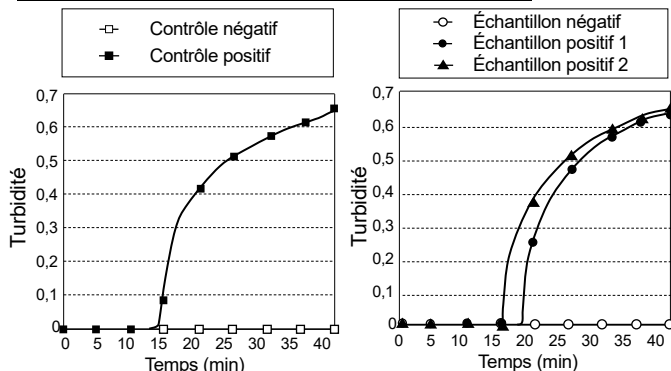

Fig. 1 : Graphique d'amplification pour les contrôles. Fig. 2 : Graphique d'amplification pour les échantillons.
- (1) Configurer le turbidimètre en temps réel HumaTurb C+A pour la détection avec ce produit.
- (2) Vérifier que la température affichée atteint 65,0 °C (laisser le turbidimètre se réchauffer pendant 20 minutes avant de l'utiliser).
- (3) Placer les tubes de réaction et commencer la mesure.
- (4) Surveiller l'affichage du turbidimètre et vérifier si une augmentation de la turbidité est observée dans les contrôles positifs et négatifs. Si la turbidité augmente dans le contrôle positif mais pas dans le contrôle négatif, la réaction d'amplification se déroule correctement (Fig. 1). Si ce n'est pas le cas, la réaction d'amplification peut se dérouler dans le mauvais sens. Dans ce cas, retester les échantillons concernés.
- (5) Confirmer la fin de l'inactivation de la polymérase (automatiquement réalisée par le turbidimètre). Retirer tous les tubes de réaction du turbidimètre en temps réel HumaTurb C+A et les jeter sans les ouvrir.
Après avoir confirmé que la turbidité augmente dans le contrôle positif mais pas dans le contrôle négatif, évaluer les échantillons selon les critères suivants (Fig. 1 et 2) :